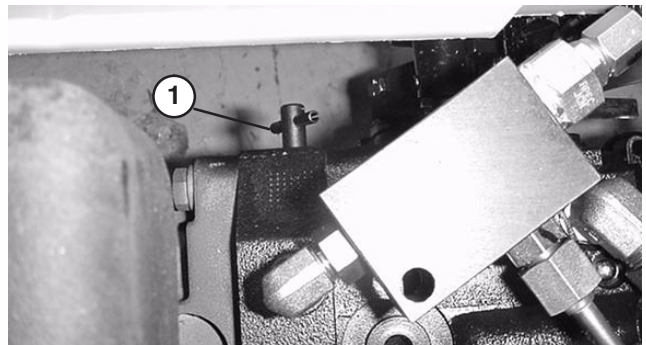

Figure 34
1. Trouvez la vanne de dérivation (Fig. 34) sous le groupe de déplacement et tournez-la dans le sens anti-horaire de 1/2 à 1 tour. En s'ouvrant, la vanne ouvre un passage à l'intérieur de la transmission, et l'huile de transmission est ainsi mise en dérivation. Il est alors possible de déplacer la machine sans endommager la transmission.